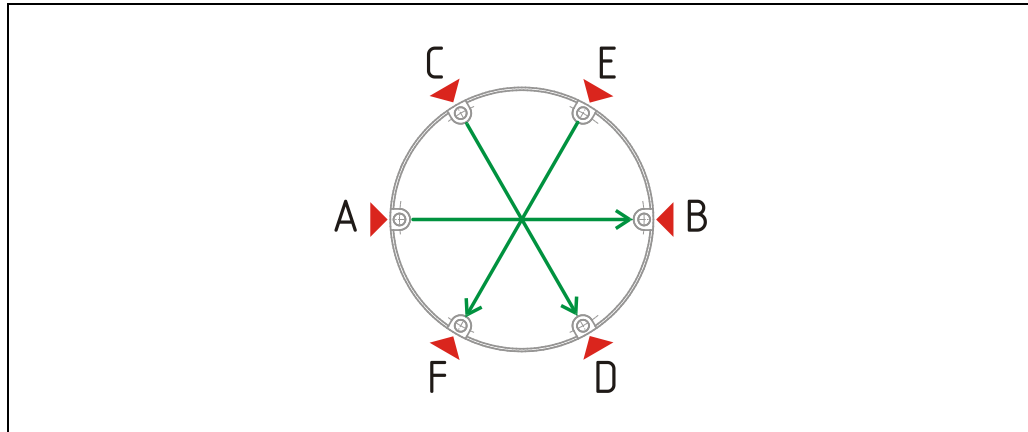

Abbildung 14: Verschrauben der Anschluss-Haube - Reihenfolge
Verschlussschrauben (9) über die Durchgangsbohrungen (2) einführen und über die Gewindebohrungen (8) mit einem Torx-Schlüssel paarweise und über Kreuz gemäß Abbildung 14 mit einem Anzugsmoment von 3 Nm verschrauben.